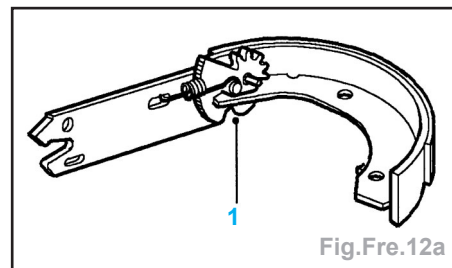

Fig.Fre.12a
- Étendre complètement la came sur la biellette et faire tourner le segment primaire dans la fente de la biellette (1) (Fig.Fre.12a)